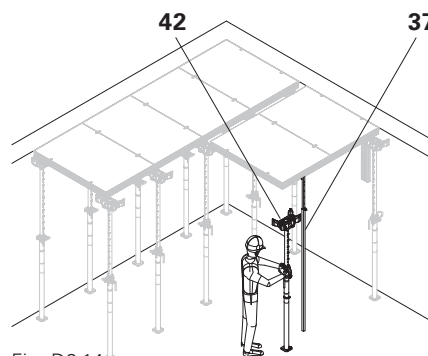

Fig. D2.14c
3. De l'intérieur, appliquer de biais l'étau de dalle à tête pour bande de décoffrage DBH (42) contre l'extrémité du panneau et le placer d'aplomb. Distance 1,50 m. (Fig. D2.14c)